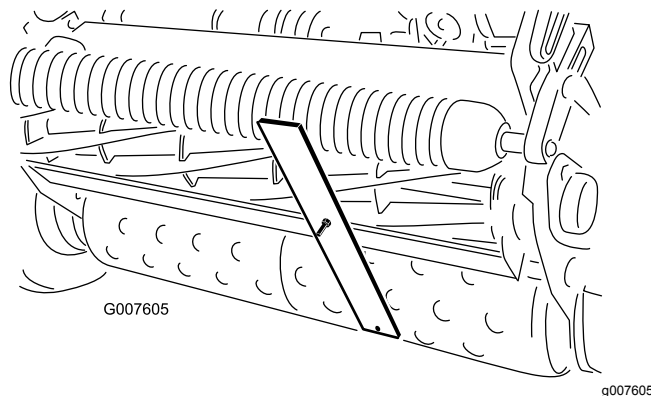

Figura 51
4. Agganciate la testa della vite sul tagliente della controlama, e appoggiate la parte posteriore della barra sul rullo posteriore (Figura 51).